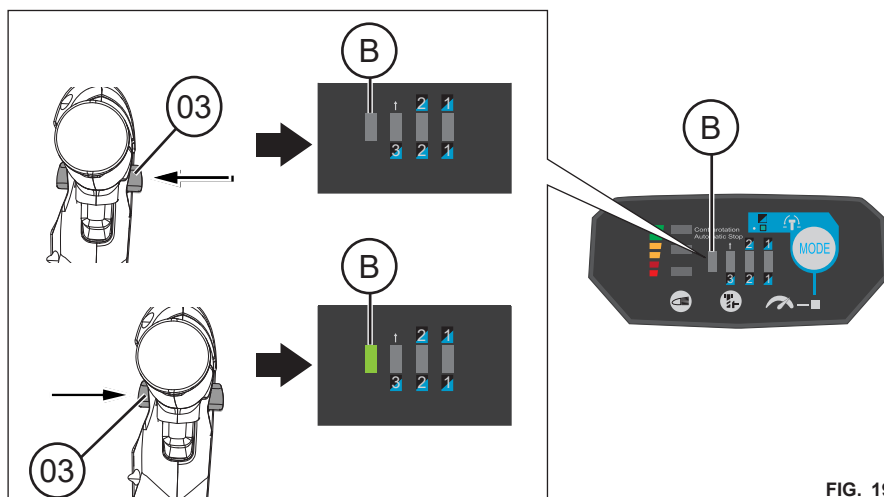

FIG. 19
El indicador de movimiento (B) permite visualizar el sentido de giro seleccionado mediante el selector de movimiento (03) (FIG. 19)